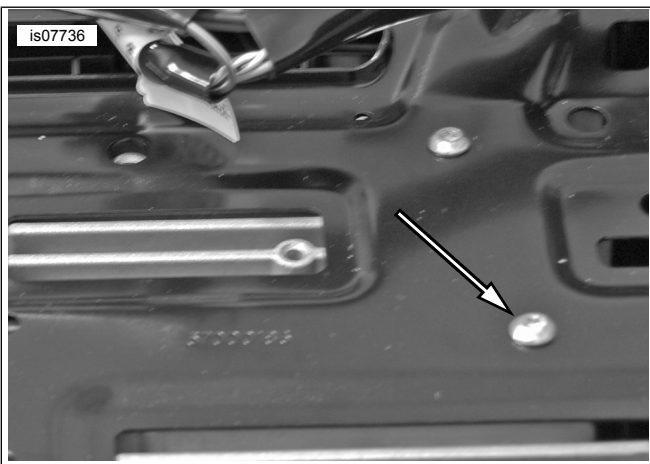

Figura 4. Viti tal-Brekit tal-Appoġġ tar-Radju
5. Ara Figura 4 . Neħhi u zomm l-erba' viti li jwaħhlu l-brackets tal-appoġġ tar-radju.